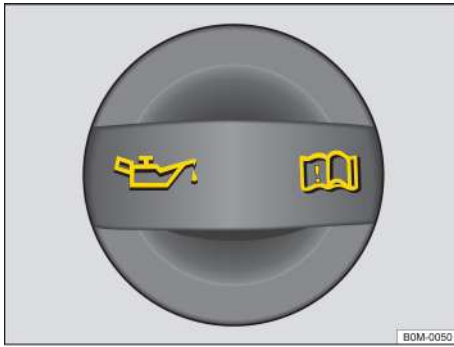

Рисунок 114. В моторном отсеке: крышка заливной горловины моторного масла (схематичное изображение)
4. Найдите заливную горловину моторного масла и масляный щуп. Маслоналивную горловину двигателя можно определить по символу на крышке → Рисунок 114, а масляный щуп можно узнать по цветной ручке. Если вы не уверены в местонахождении крышки и маслоизмерительного щупа, обратитесь к авторизованному дилеру Компании.
9. Откройте крышку заливной горловины моторного масла →Рисунок 114.